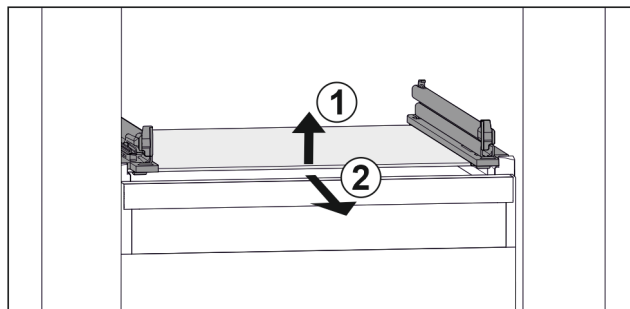

Fig. 110 玻璃隔板例图
- ▶ 抬起玻璃隔板前部。Fig. 110 (1)
- ▶ 向前取出玻璃隔板。Fig. 110 (2)